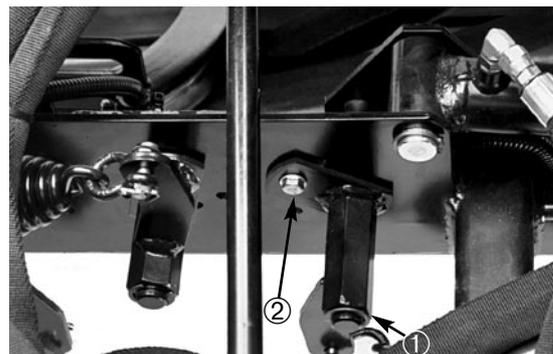

Figure 20
- Desserrer les vis à tête qui fixent l'arbre de transmission au moteur. Desserrer les vis à tête qui accouplent l'arbre de transmission à la transmission (Fig. 20). Déposer l'arbre de transmission.